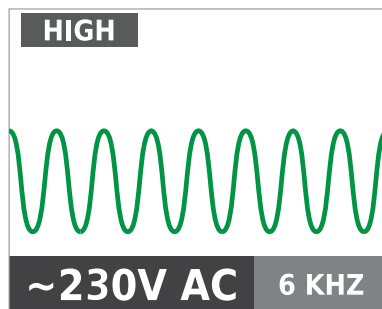

Figur 3.1a
2. Koble den røde ledningen til den strømførende kablet (på lastsiden av systemet). Signalet vil KUN overføres mellom uttaket som senderen er tilkoblet og strømkilden (se figur 3.1a). (Se avsnitt 2.2 for nærmere forklaring.)